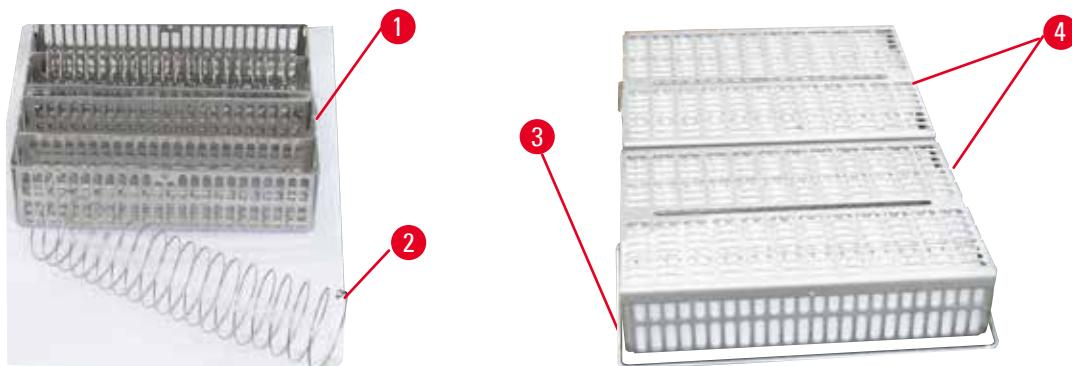

Рис. 13
- На вышеприведенном рисунке (→ "Рис. 13") изображен стандартный контейнер из нержавеющей стали (→ "Рис. 13-1").